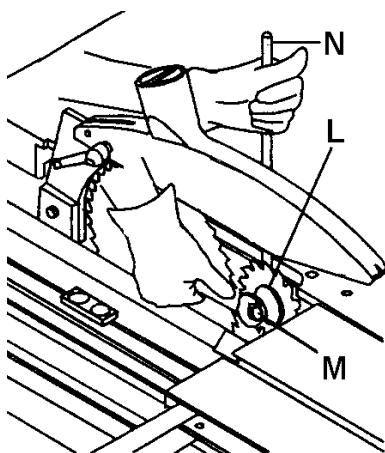

Fig 15
Avec la clé à fourche jointe, desserrer l'écrou de serrage (M, Fig 15), tout en bloquant l'arbre de scie avec une goupille (N) pour éviter qu'il ne tourne.